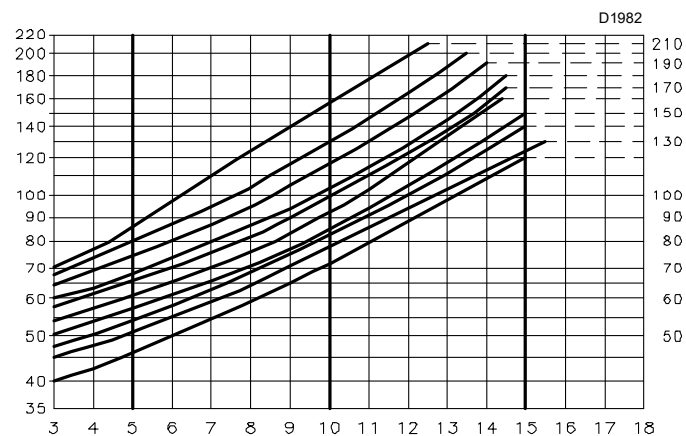
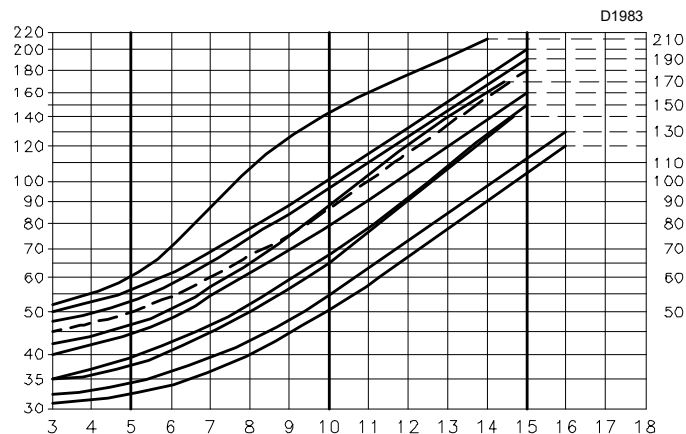

Fig. 17
Fig. 18
- Bergonzo tipo A3 - ángulo 45° (Fig. 17)
- Bergonzo tipo A4 - ángulo 45° (Fig. 18)
Si se necesita un caudal intermedio entre los dos valores indicados en el diagrama (Fig. 17 y Fig. 18), seleccionar la boquilla con el mayor caudal.